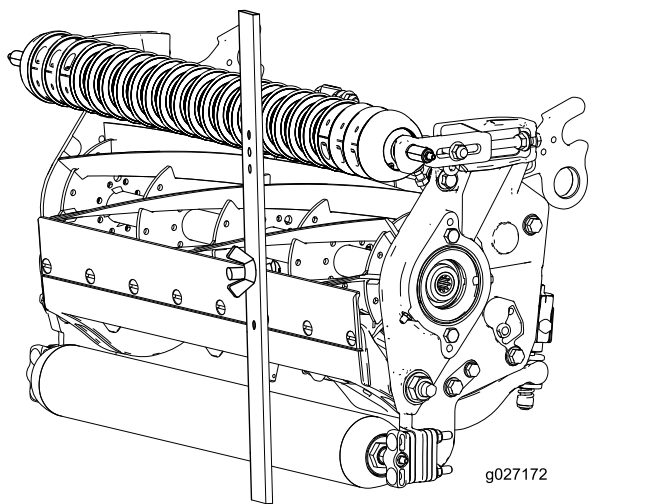

Figure 16
4. Accrochez la tête de la vis sur le bord tranchant de la contre-lame et appuyez l'arrière du gabarit contre le rouleau arrière (Figure 16).
5. Tournez la vis de réglage jusqu'à ce que le rouleau avant touche le gabarit (Figure 16).